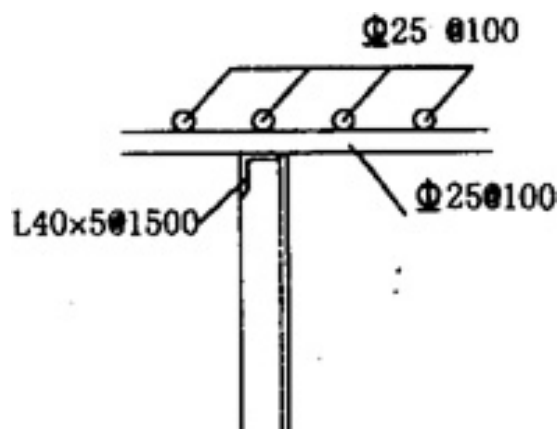

图 2 上层钢筋网片支架
2.1 钢筋支架由于转换层配筋为上、下两层  $\Phi 25@100$  双向网片，每层钢筋重量约  $0.77\text{kN/m}^2$ ，我们采用  $L40\text{mm} \times 5\text{mm}$  做上层钢筋网片的支架 (见图 2)，不但支撑牢固，还较用  $\Phi 25$  做马凳支架节约 40% 钢材。